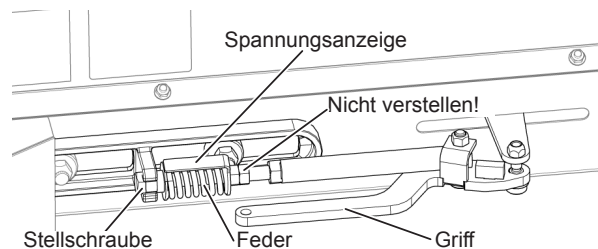

Abb. 131: Bandspannung einstellen
3. Falls sie eingestellt werden muss, zunächst den Griff für die Bandspannung lösen (siehe Abb. 131).
4. Die Sicherungsmutter lösen und die Antriebswalze mithilfe der Stellmutter einstellen. Den Griff für die Bandspannung wieder schließen (siehe Abb. 131).